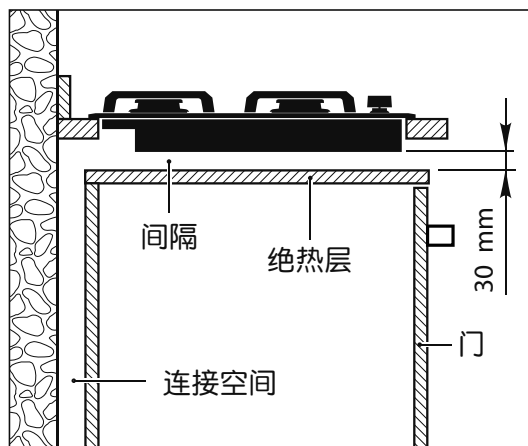

图1 绝热层安装位置
- 必须在燃气灶底面与嵌入式设备或烤箱之间安装绝热层。参看下面的图1。